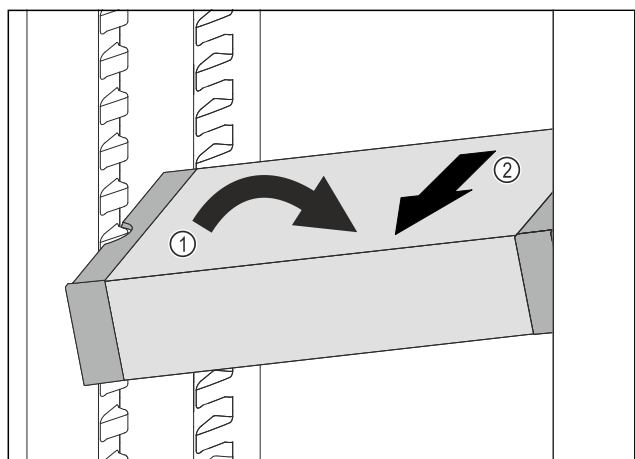

Fig. 41
- ▶ VarioSafe im Kühlteil schräg stellen. Fig. 41 (1)
- ▶ VarioSafe nach vorne entnehmen. Fig. 41 (2)